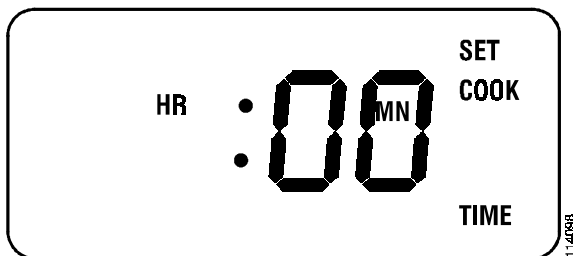

Figure 8.
6. Appuyez sur le bouton **Cook Time** (Temps de cuisson). Un bip se fera entendre et l'écran affichera SET-COOK-TIME sur le côté droit (voir Figure 8), ce qui signifie que vous devez introduire la durée de cuisson choisie.
8. Appuyez sur le bouton **Cook Time** (Temps de cuisson). Un bip se fera entendre et l'écran affichera SET-COOK-TIME sur le côté droit (voir Figure 8), ce qui signifie que vous devez introduire la durée de cuisson choisie.
Appuyez sur le bouton **Cook Time**. Un bip se fera entendre et l'écran affichera SET-COOK-TIME sur le côté droit (voir Figure 8). Ensuite appuyez sur le bouton plus (+) ou moins (-), à droite de l'écran, pour donner au minuteur la durée de cuisson désirée. La durée de cuisson maximum est de 11 heures et 50 minutes (la durée minimum est de 1 minute).